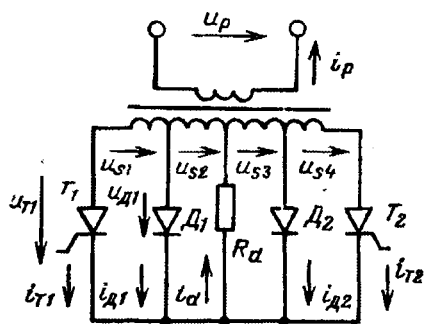

Рис. 10. Тиристорно-диодный преобразователь
15. Для схемы преобразователя, показанной на рис. 10, определите среднее значение выпрямленного тока и действующее значение тока сетевой обмотки трансформатора, постройте кривые обратных напряжений на диоде D_1 и тиристоре T_1 . Дано: $U_p = 100$ В, $U_{s1} = U_{s2} = U_{s3} = U_{s4} = U_s = 100$ В, $R_d = 10$ Ом, $\alpha = 90^\circ$.